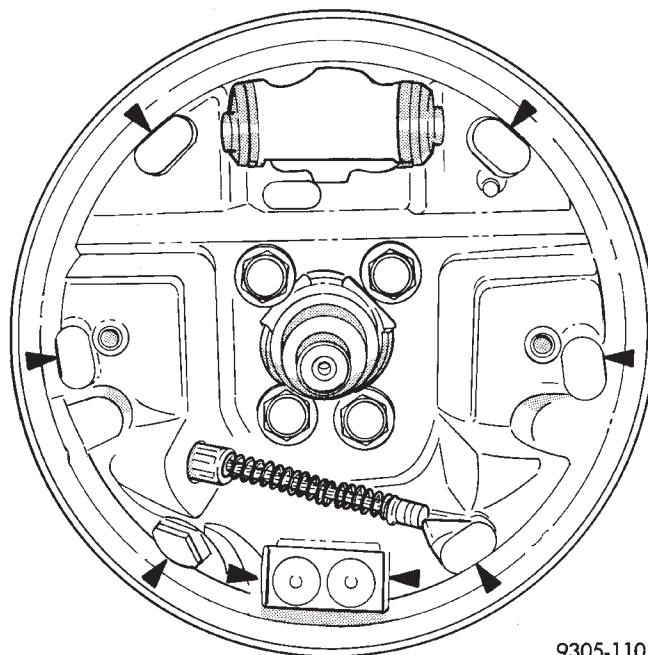

Fig. 90 Zonas de contacto de la zapata en la placa de apoyo
(1) Lubrique las ocho áreas de contacto de la zapata en la placa de apoyo y el anclaje con lubricante multipropósito Mopar o un equivalente (Fig. 90).
(2) Ensamble el conjunto de las zapatas de freno delantera y trasera, el tornillo del ajustador automático y el muelle de retroceso superior antes de su instalación en la placa de apoyo del freno.